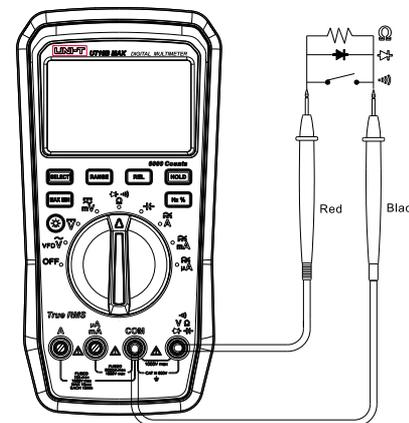

Figure 5
3. Mesure de la Résistance/de la Continuité (Figure 5)
4. Mesure des diodes (Figure 5)